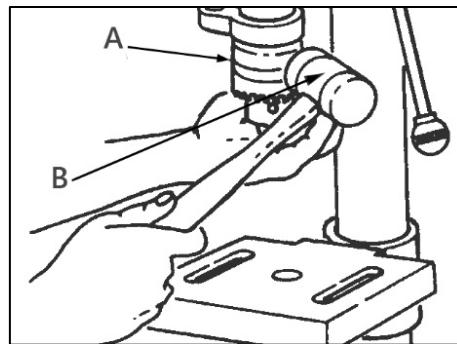

Рисунок 8.
Аккуратно поступите по патрону (A) (рис. 8) резиновым молотком (B) придерживая патрон рукой, чтобы избежать падения патрона при отделении от шпинделя.